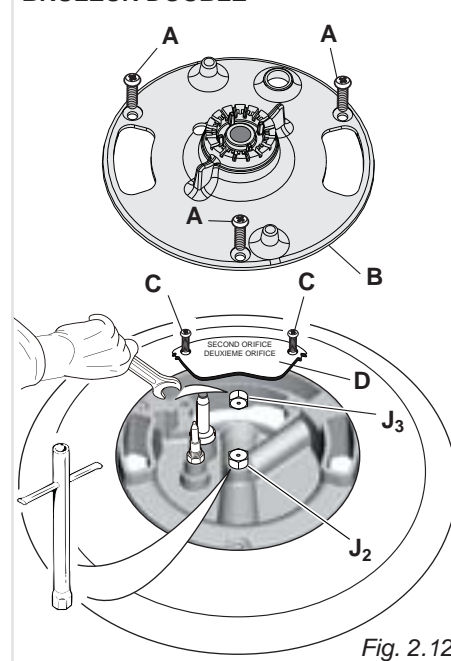

Fig. 2.12
(*) couronne intérieure ("J₂" dans la figure 2.12)
(#) couronne extérieure ("J₃" dans la figure 2.12)
- Seulement pour le brûleur double (fig. 2.12): Dévissez les trois vis "A" et enlevez le diffuseur de flammes intérieurs "B"; ensuite dévissez les deux vis "C" et enlevez la plaquette de recouvrement "D".
- Seulement pour le brûleur double (fig. 2.12): Remontez la plaquette de recouvrement "D" et vissez les deux vis "C"; ensuite remontez le diffuseur de flammes intérieurs "B" et vissez les trois vis "A".